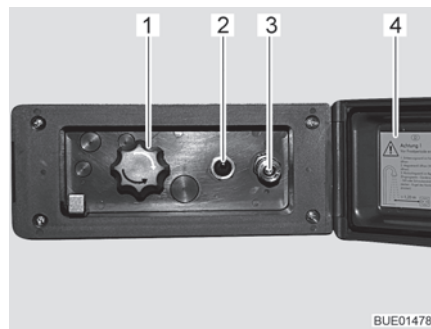

Fig. 106 Conexión de ducha exterior
- Desbloquear y abrir la tapa (Fig. 106,4).
- Conectar la manguera de la ducha exterior al cierre rápido (Fig. 106,3).
- Encender la bomba de agua con el interruptor (Fig. 106,2).
- Ajustar la temperatura del agua con el botón giratorio (Fig. 106,1) según se desee.
- Apagar la bomba de agua con el interruptor (Fig. 106,2).
- Cerrar la tapa (Fig. 106,4) y bloquearla con la llave.
- Poner el botón giratorio (Fig. 106,1) en la posición central.